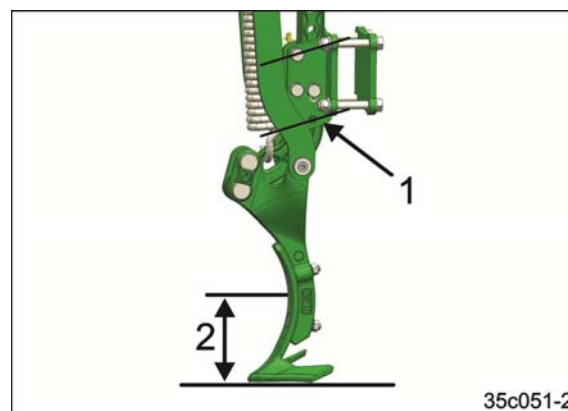

Рис. 124
- Максимальная рабочая глубина составляет 150 мм (Рис. 124/2).
Если в результате износа зубьев рабочего инструмента почвообрабатывающего агрегата будет превышена максимальная рабочая глубина следорыхлителей трактора (Рис. 124/2), крепление следорыхлителей (Рис. 124/1) необходимо переставить в более высокое положение